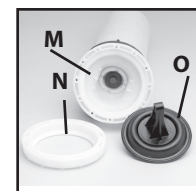

Figura 9
10. Coloque el ensamble del diafragma (O) en la estructura de la bomba (M). Coloque la brida (N) en el diafragma. Vuelva a instalar los tornillos Torx de 12 en el diámetro externo de la brida. Figura 9.